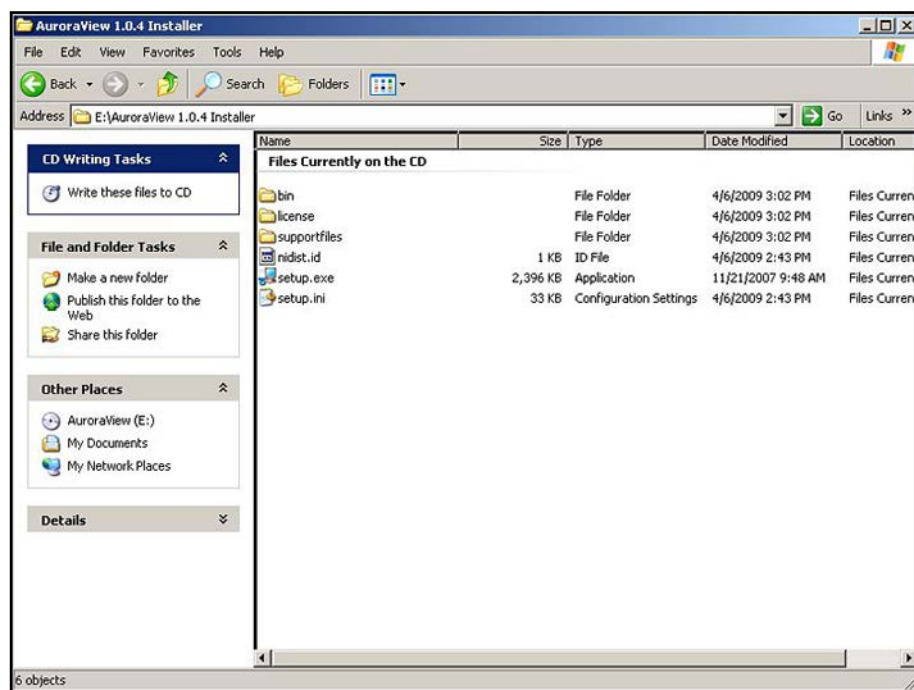

図 52: AuroraView インストーラ
3. CD のルートディレクトリにある `setup.exe` ファイルを参照します（以下の図 52 を参照）。ファイルをダブルクリックしてインストールを開始します。